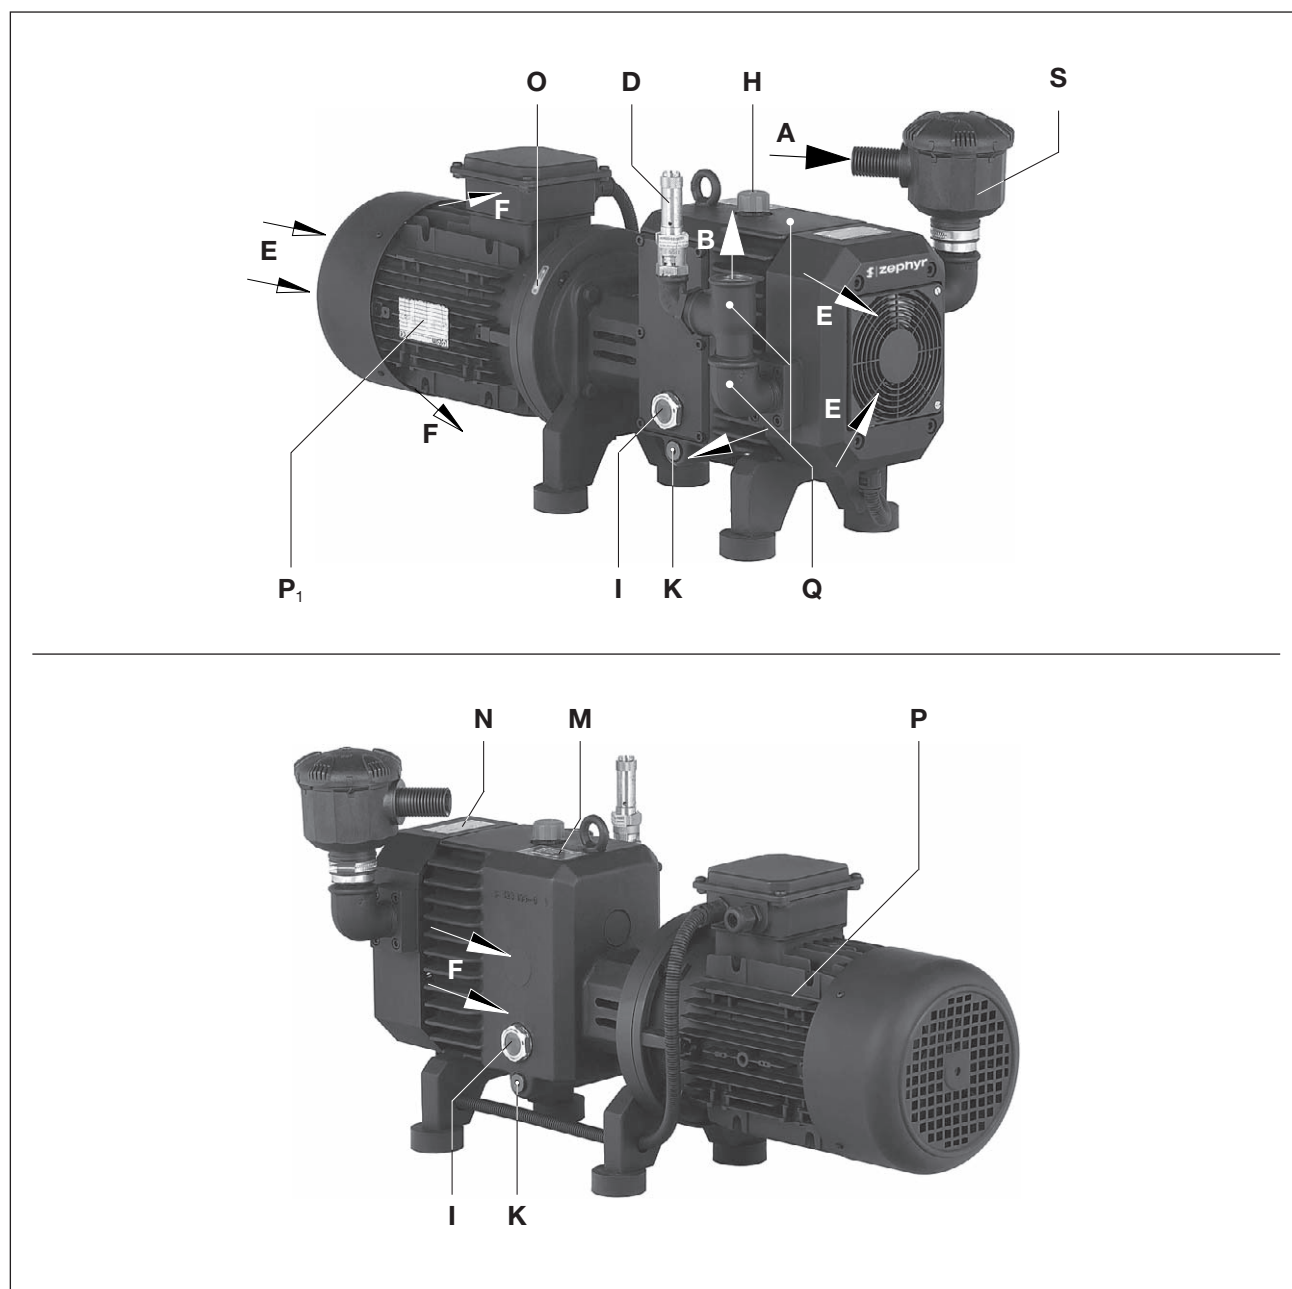
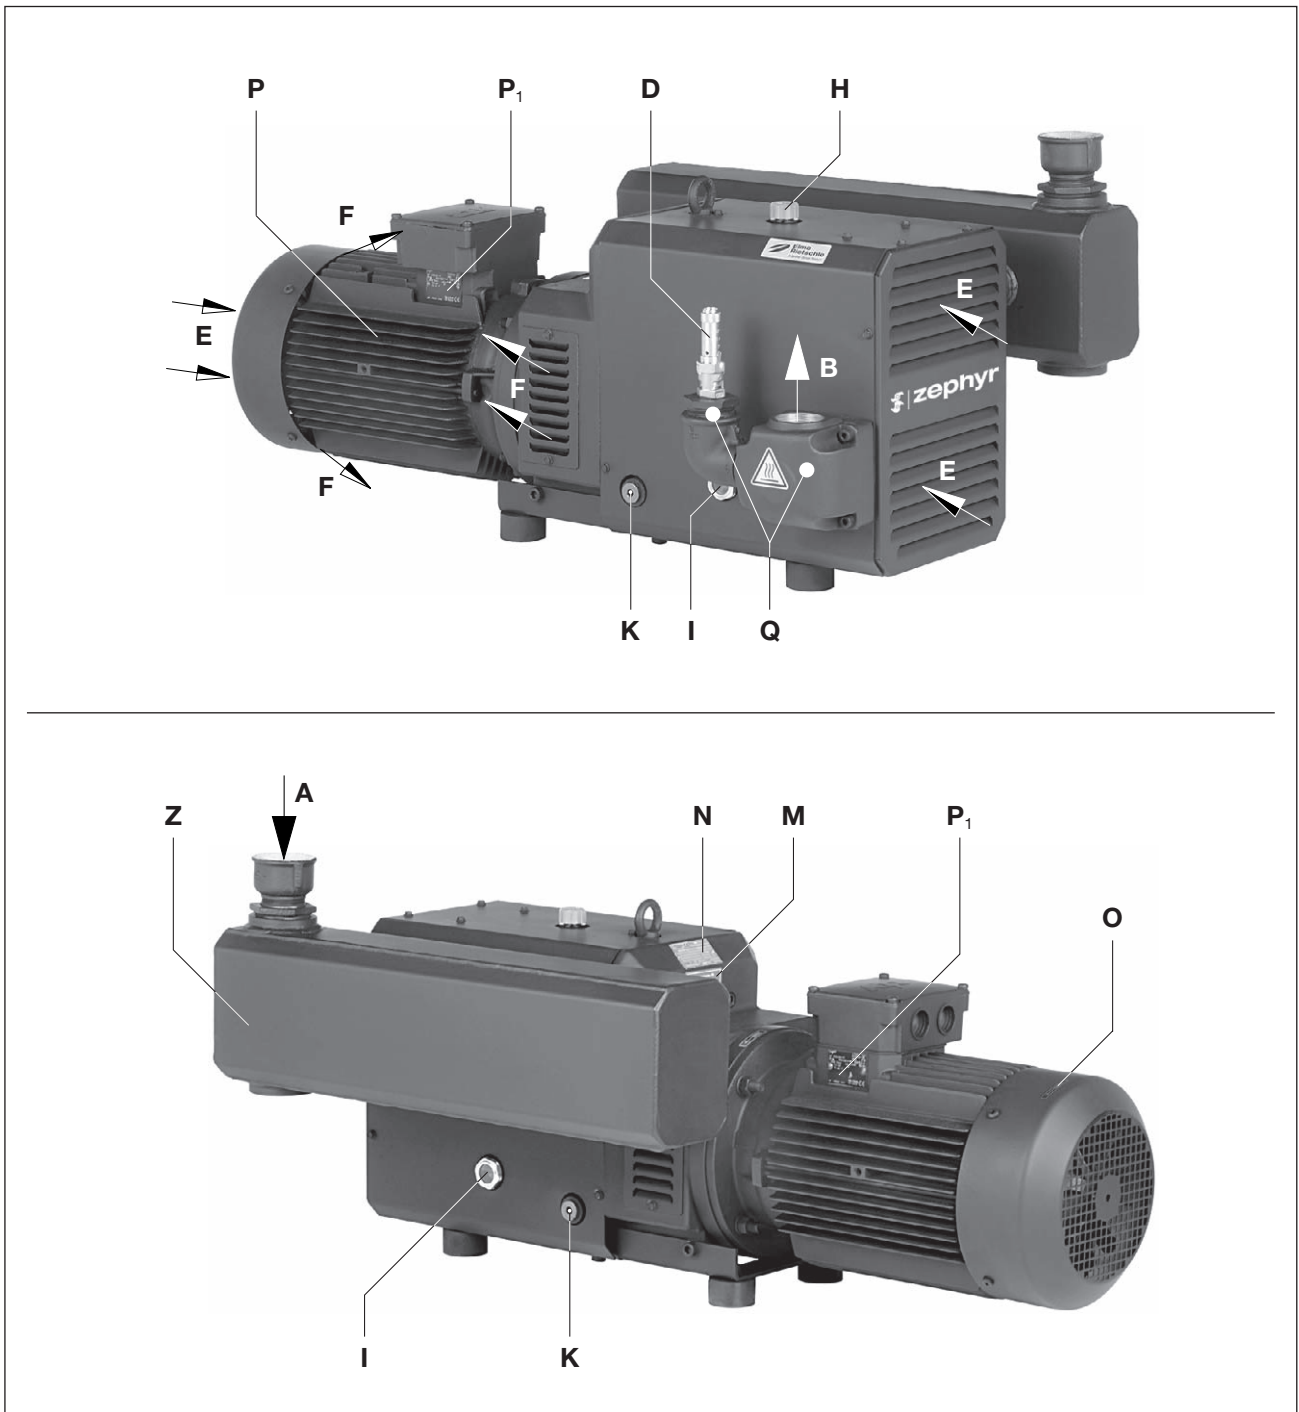

Fig. 2 Compressore C-DLR 60
Fig. 3 Compressore C-DLR 150
Le misure C-DLR 100-500 sono incapsulate da una calotta isolante. Per eliminare il calore della compressione, l'aria di raffreddamento viene aspirata con l'ausilio di un ventilatore che aspira l'aria fresca (Fig. 3/E) e che soffia via l'aria calda dall'uscita dell'aria di raffreddamento (Fig. 3/F), fra il compressore e la calotta. L'azionamento di ZEPHYR DLR avviene attraverso un giunto (con parte elastomerica) attraverso motori trifase a norma flangiati.
Come protezione da sovraccarico è montata di serie una valvola di sicurezza (Fig. 2/D... 4/D).
Questi compressori a camme che funzionano senza contatto sono adatti per la generazione di sovrappressione fra 0 e il limite massimo (bar) indicato sulla targhetta dati (Fig. 2/N). È possibile un funzionamento continuo.
Riempimento olio (Fig. 2/H... 4/H), finestrelle ispezione olio (Fig. 2/I... 4/I) e scarichi olio (Fig. 2/K... 4/K) devono essere facilmente accessibili.
Gli ingressi dell'aria di raffreddamento (Fig. 2/E... 4/E) e le uscite dell'aria di raffreddamento (Fig. 2/F... 4/F) devono avere una distanza di almeno 30 cm dai muri circostanti. L'aria di raffreddamento fuoriuscita non deve essere riaspirata.
Per i lavori di manutenzione deve essere prevista una distanza di 40 cm prima del filtro di aspirazione (Fig. 2/S) e il silenziatore in aspirazione (Fig. 3/Z, 4/Z).
a) Collegamento delle tubature (Fig. 2/B... 4/B).
- a) Riempire con olio lubrificante (tipi adatti vedi “Manutenzione”) per le ruote dentate e i cuscinetti attraverso il riempimento (Fig. 3/H) fino a metà delle finestrelle di ispezione (Fig. 3/I).
- a) I dati elettrici del motore sono indicati sulla targhetta dati (Fig. 3/N) o sulla targhetta dati motore (Fig. 3/P₁). I motori sono conformi a DIN EN 60034 e sono eseguiti con classe di protezione IP 55 e classe isolamento F. Lo schema di collegamento è situato nella morsettiera del motore (non si applica nella versione con collegamento a spina). I dati del motore devono essere confrontati con quelli della rete di alimentazione usata (tipo corrente, tensione, frequenza di rete, amperaggio ammesso).